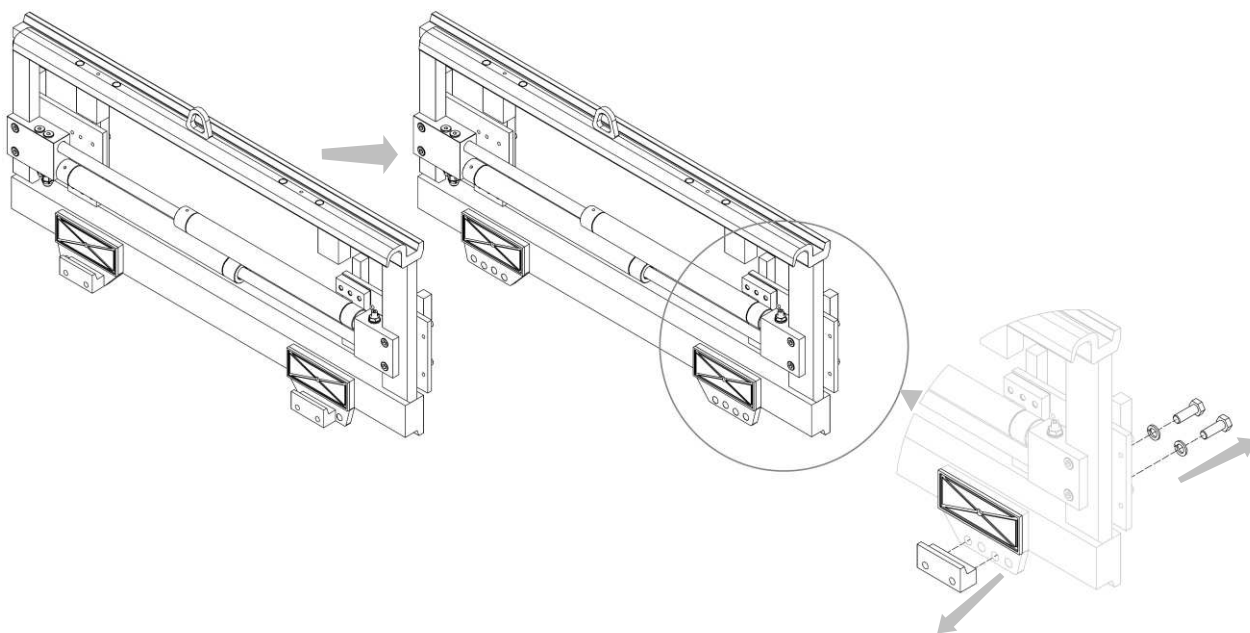

Figura 7
5. Rimuovere i ganci inferiori e ingrassare i lardoni di scorrimento (vedi *Figura 7*).